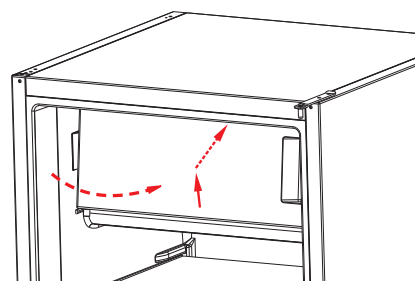

Fig. 5
- ▶ Retirez la porte du compartiment en la soulevant légèrement par-dessous et en la tirant vers le bas (fig. 5).